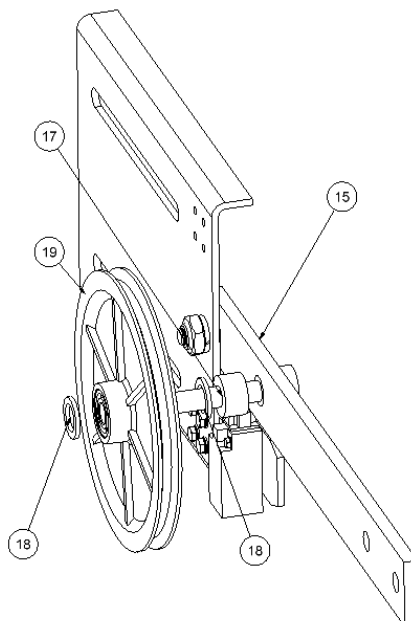

Abbildung 3
Bringen Sie einen weiteren Nylonring an (18). *Abbildung 3*